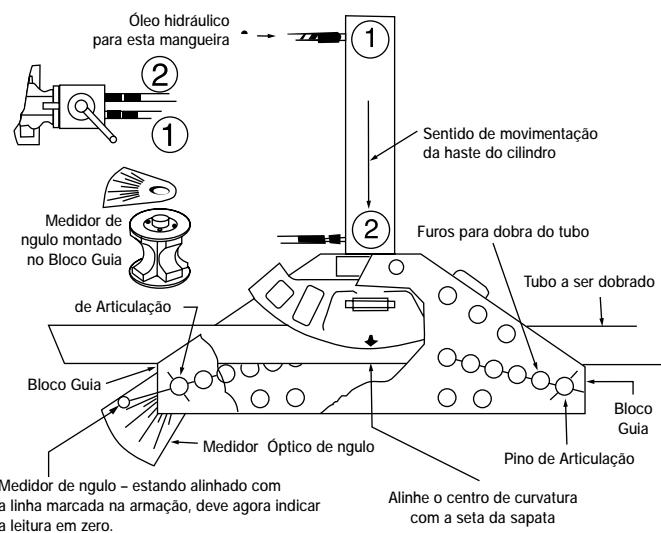

Figura 3, Dobrando o tubo
- Prenda o Medidor Óptico de ângulo na parte superior do Bloco Guia, conforme mostrado na Figura 3. Um Pino Guia localizado no Medidor corresponde a um furo no Bloco Guia.